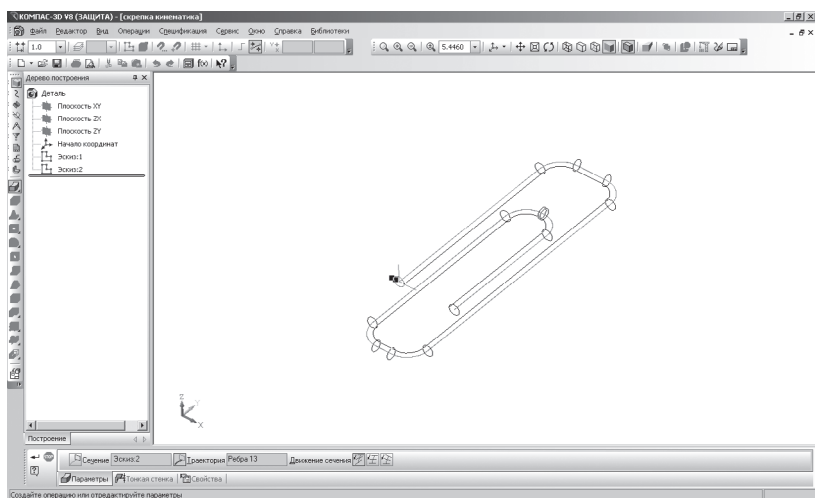

Рис. 282
- **Движение сечения** – **Сохранять угол наклона**. На экране появится фантом канцелярской скрепки (рис. 282);